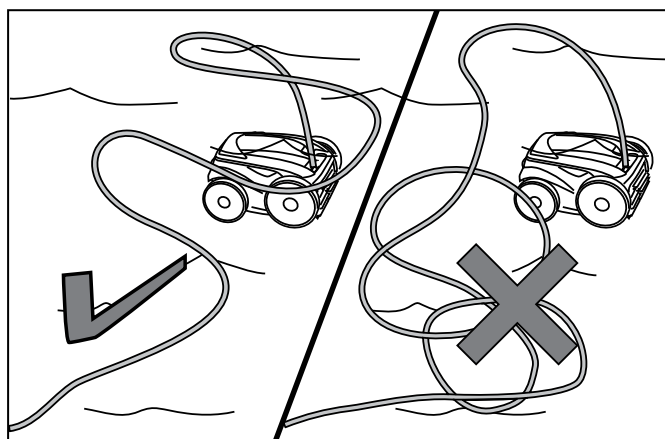

Figure 17. Étendre le câble flottant à la surface de la piscine
3. Étendre le câble flottant sur l'eau de la piscine et s'assurer que le câble n'est pas coudé ni emmêlé (Figure 17).